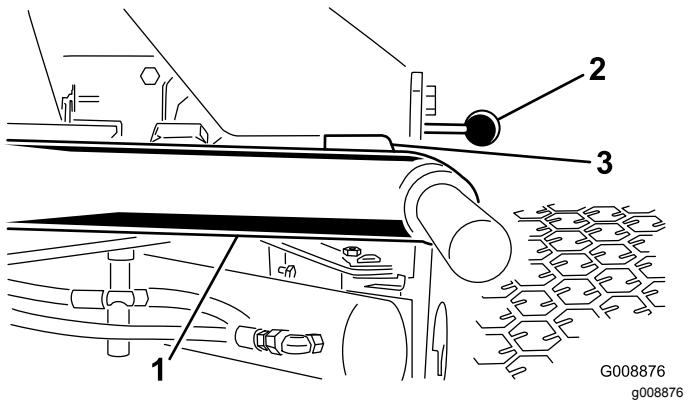

図 11
- エンジンを始動し、昇降アームを上昇させて、各昇降アームとフロアプレートブラケットとの距離が、5-8 mm になっていることを確認する図 11。